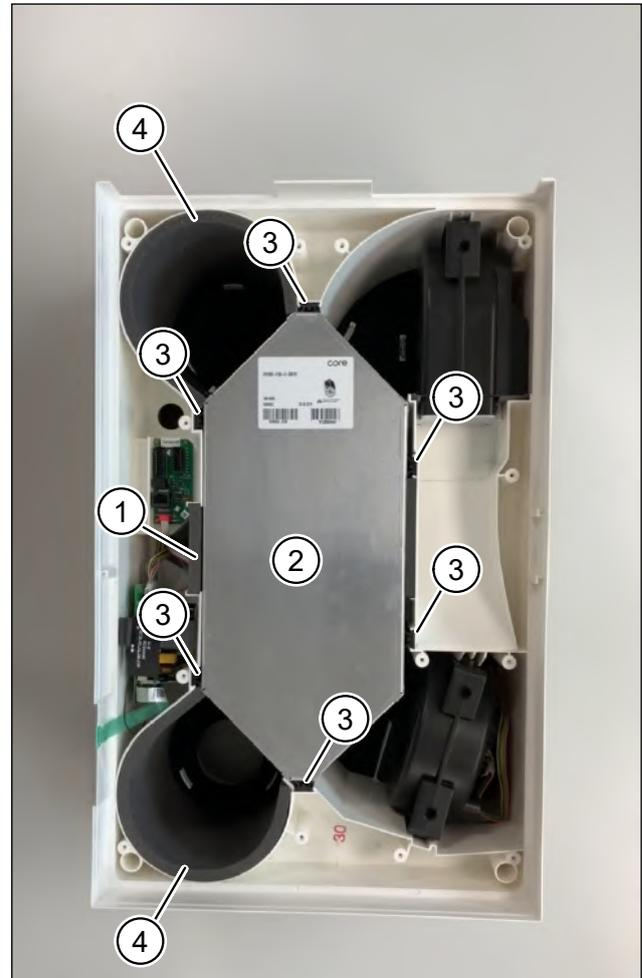

Abb. 4: Wärmeübertrager entfernen
- ▶ Entfernen Sie die Dichtung (Pos. 1 in Abb. 4) im Elektronikbereich.
- ▶ Heben Sie den Wärmeübertrager (Pos. 2 in Abb. 4) heraus.
- ▶ Entfernen Sie die 6 Dichtungsprofile (Pos. 3 in Abb. 4).
- ▶ Entfernen Sie die beiden Filterkanal-Dämmungen (Pos. 4 in Abb. 4) an der Abluft- und Zuluftseite.